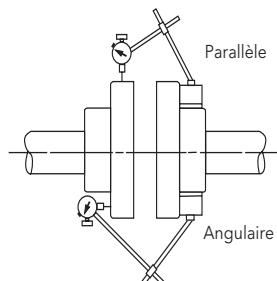

Figure 7
- On DOIT vérifier l'alignement avant la mise en service de la pompe (fig. 7).